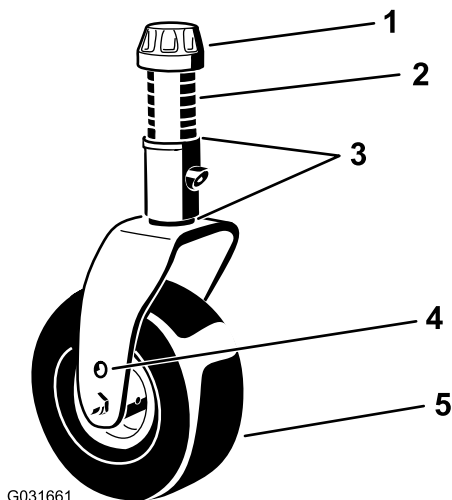

Figura 34
4. Utilizzando la chiave del cappuccio delle ruote orientabili, allentate il cappuccio di tensione e toglietelo dall'asse del perno della ruota orientabile ed estraete il perno dal braccio della ruota orientabile (Figura 34).
7. Montate gli spessori (come in origine) e i distanziali rimanenti sull'albero (Figura 34).
8. Montate il cappuccio di tensione e serratelo con la chiave del cappuccio della ruota orientabile in dotazione per fissare il gruppo (Figura 34).